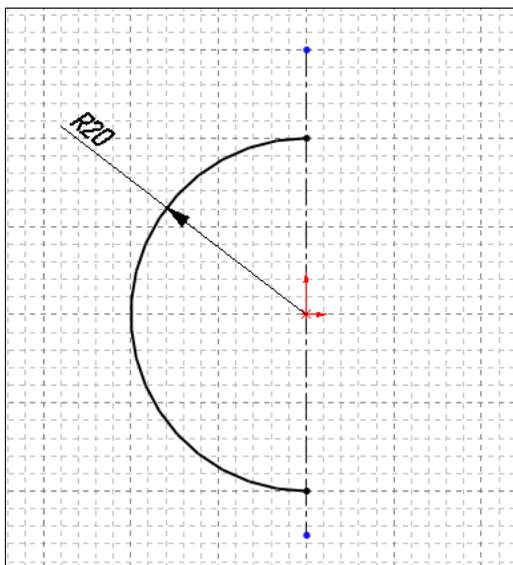

Рис. 2.115
1. Войдем в режим построения эскиза на плоскости Спереди и нарисуем эскиз поверхности, которую будем создавать методом поворота (рис. 2.115).